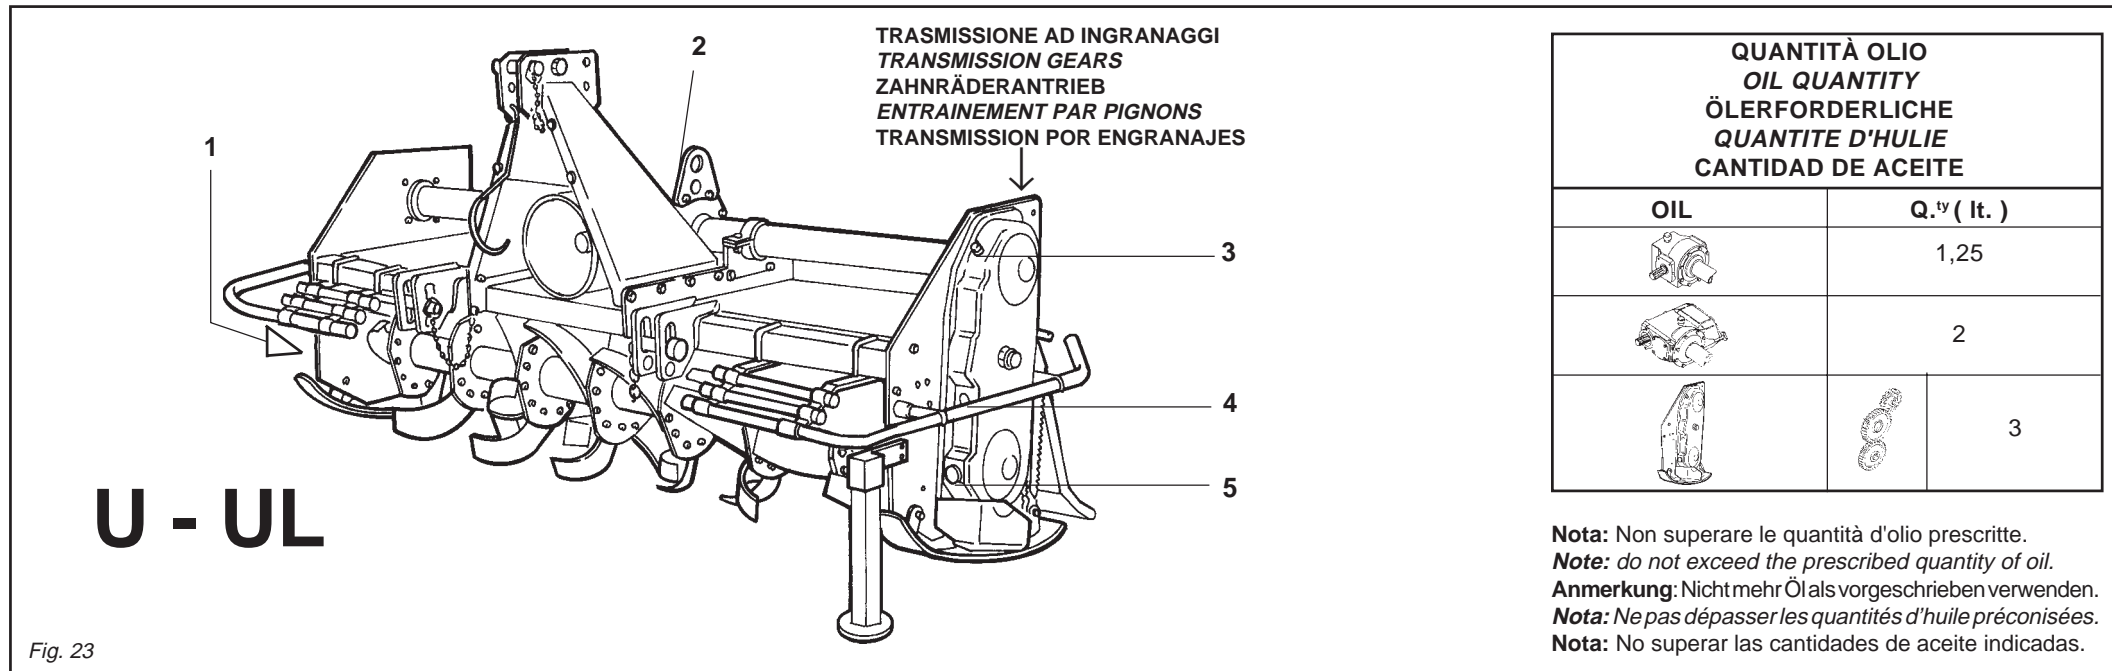

Fig. 23
- *Graissez les fusées du rotor (1 Fig. 23).*
- *Contrôlez le niveau de l'huile dans la boîte de vitesse ou du réducteur. Si nécessaire, rajouter de l'huile jusqu'au cran sur la jauge (2 Fig. 23).*
- Engrasar los ejes del rotor (1 Fig. 23).
- Controlar el nivel de aceite en la caja de cambio o reductor, eventualmente rellenar hasta la muesca de nivel presente en la varilla (2 Fig. 23).
- Trasmissione laterale ad ingranaggi: verificare il livello olio nel carter laterale della trasmissione, svitando il tappo di livello (4 Fig. 23) e controllando che l'olio fuoriesca. Eventualmente aggiungere olio attraverso il tappo di riempimento (3 Fig. 23), fintantoché fuoriesce dal tappo livello.
- *Side transmission gears: check the level of the oil in the side casing of the transmission unit, unscrewing the level plug (4 Fig. 23) and checking that oil flows out. Add oil through the fill plug if necessary (3 Fig. 23). It should flow from the level plug.*
- Zahnradantrieb: den Ölstand im Seitenantrieb prüfen. Dazu den Ölstandsstopfen (4 Abb. 23) losschrauben und prüfen, ob Öl ausfließt. Ggf. durch den Öleinfüllstopfen (3 Abb. 23) soviel Öl nachfüllen, bis das Öl am Ölstandsstopfen ausläuft.
- *Entrainement latéral par pignons: contrôlez le niveau de l'huile dans le carter latéral de la transmission en dévissant le bouchon de niveau (4 Fig. 23 et vérifiant si l'huile sort. Si nécessaire rajoutez de l'huile par le bouchon de remplissage (3 Fig. 23) jusqu'à ce qu'elle sorte par le bouchon de niveau.*
- Transmisión lateral por engranajes: controlar el nivel de aceite en el cárter lateral de la transmisión, desenroscando el tapón de nivel (4 Fig. 23) y controlando que salga el aceite. Eventualmente agregar aceite a través del tapón de llenado (3 Fig. 23), hasta que veamos que sale por el tapón de nivel.